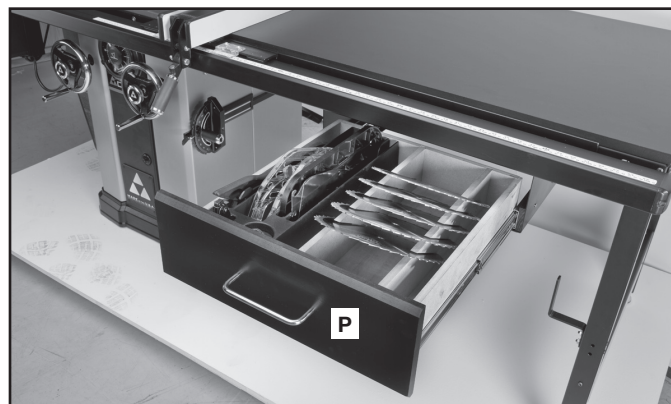

FIG. 7C
Le tiroir (P) fig. 7C peut loger plusieurs lames et un bon nombre des accessoires qui accompagnent la scie Unisaw.